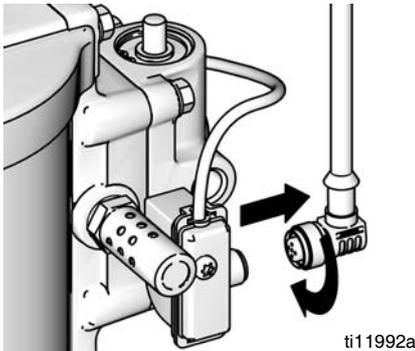

FIG. 11. Desconexión de DataTrak
1. Desenrosque el cable de la parte trasera del conjunto de interruptor de láminas. Consulte la FIG. 11.